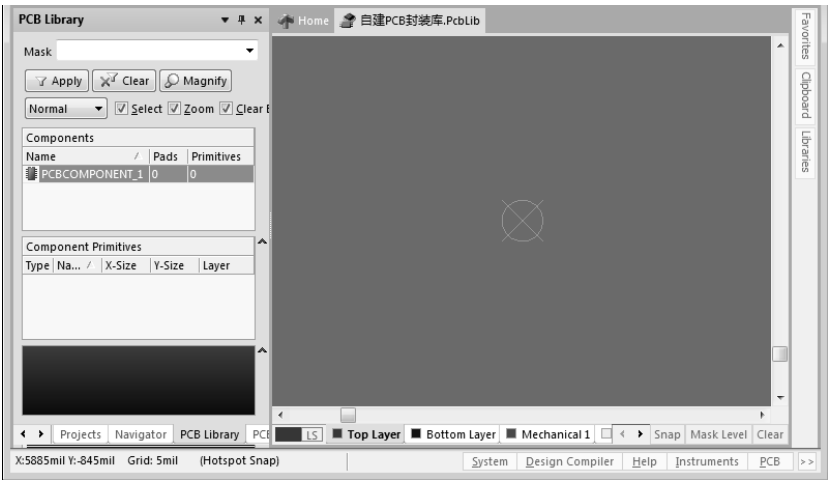

图 3.7.2 元器件封装库编辑器
(1) 新建一个元器件封装库文件。选择“File (文件)” “New (新建)” “Library (库)” “PCB Library (PCB 库)”命令，进入元器件封装库编辑器窗口，同时在项目管理器中自动出现文件名为“PCBLib1.PCBLib”的元器件库文件。
(2) 保存元器件封装库文件。单击“保存”按钮，将文件另存为“自建 PCB 封装库.PCBLib”文件。
(3) 启动元器件封装库编辑器。单击面板下方的“PCB Library”标签，打开元器件封装库管理器。按 Ctrl+End 组合键，使编辑区中的鼠标指针回到系统的坐标原点，如图 3.7.2 所示。